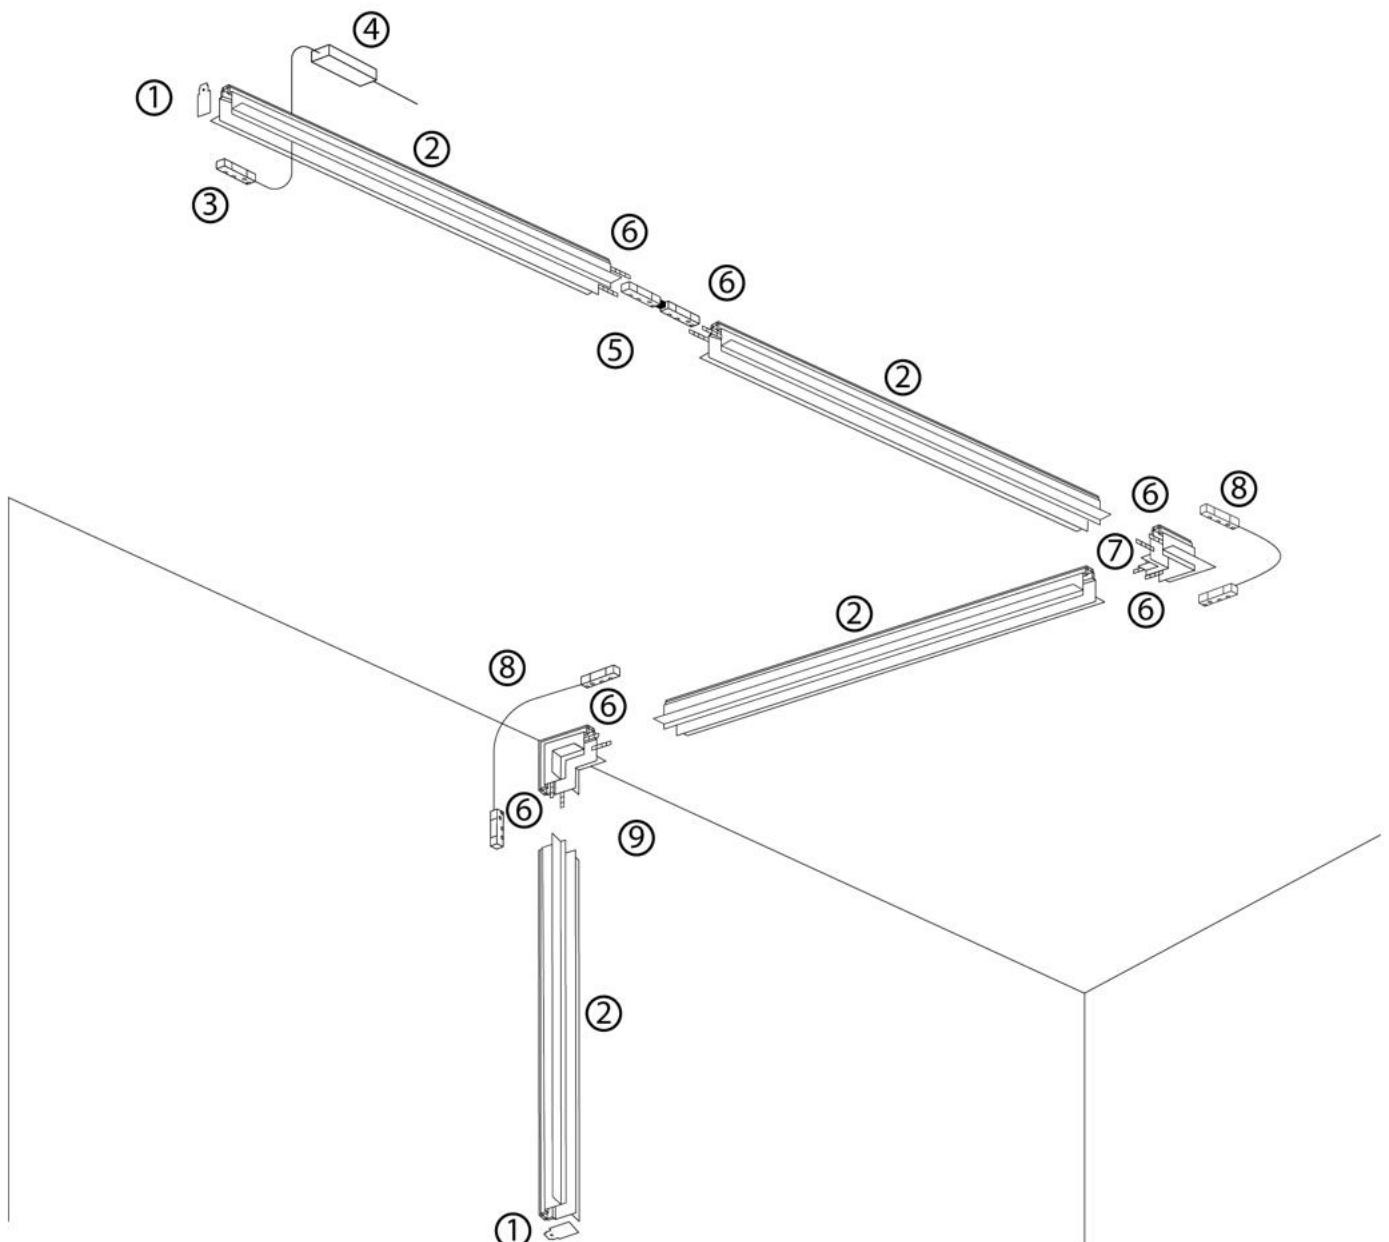

Рис. 2 Схема установки шинопровода CABM1001
- 6.3 Соберите необходимую вам систему шинопровода по аналогии со схемой, как показано на Рис. 2.